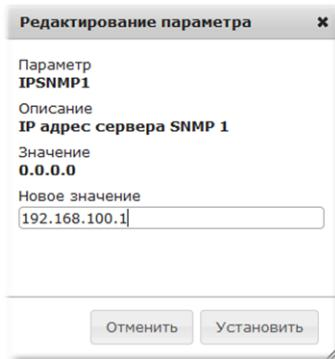

Рисунок 35 – Вид окна «Редактирование параметра IPSNMP1»
- 3) в отобразившемся окне «Редактирование параметра IPSNMP1» (см. Рисунок 35), задать IP-адрес серверной части NMS и нажать кнопку «Установить»;